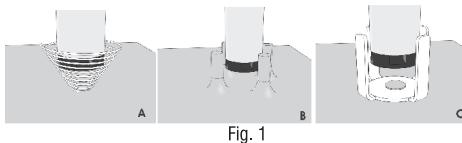

Fig. 1
- per i modelli di SDL la cui lunghezza della sonda supera i 50cm si raccomanda di fissare opportunamente l'estremità inferiore del sensore al fondo del serbatoio. Nella Fig.1 che segue sono proposti alcuni suggerimenti per il corretto fissaggio del SDL al fondo del serbatoio. Se quest'ultimo è in metallo si raccomanda il fissaggio con il sistema più adatto per garantire anche l'isolamento elettrico del SDL dal serbatoio stesso.